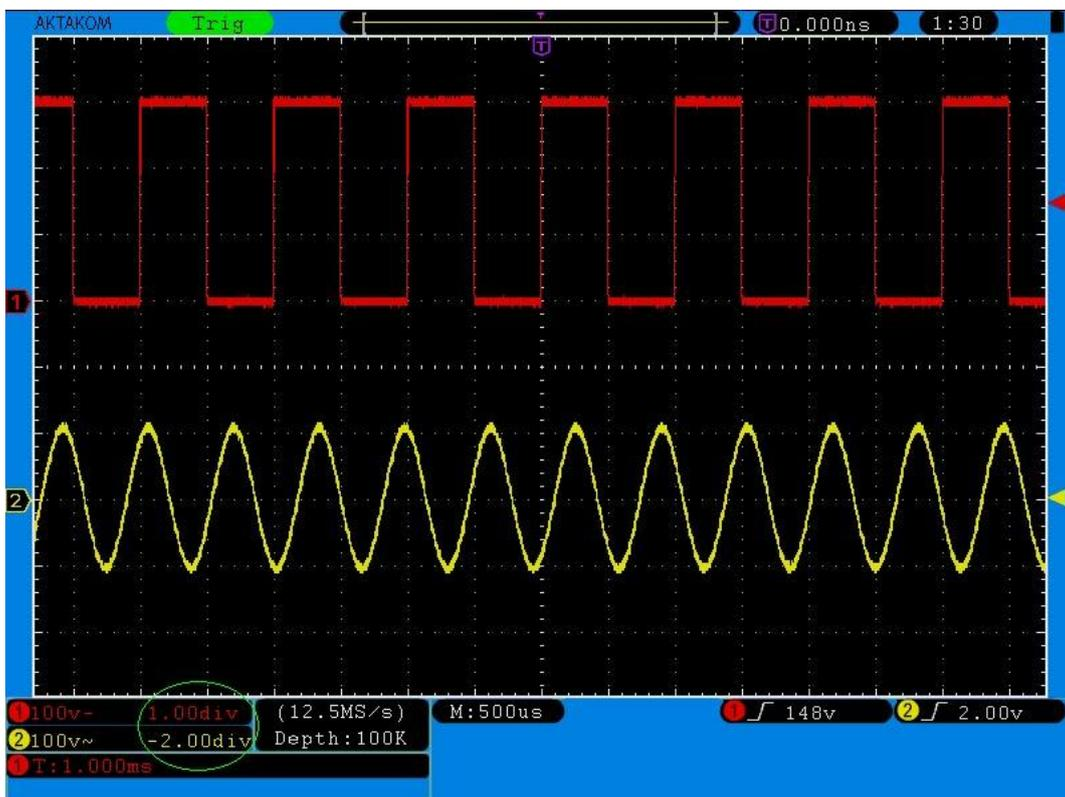

Рис. 22. Отображение информации о вертикальном положении осциллограммы
3. После регулировки, информация о вертикальном положении осциллограммы канала отображается в левом нижнем углу экрана (см. рис. 22).